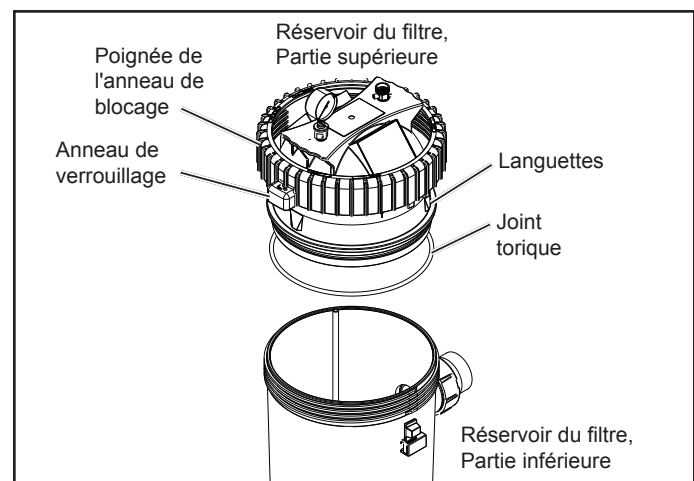

Figure 4. Anneau de blocage
4. Installer l'ensemble manomètre et adaptateur dans le trou fileté portant la mention « Pressure Gauge » (manomètre) dans le haut du filtre. Voir la Fig. 4.
1. S'assurer que le joint torique est en place dans la partie supérieure du réservoir. Enfoncer le couvercle du filtre sur la moitié inférieure jusqu'à ce qu'il soit en place. La lubrification du joint torique avec un lubrifiant à base de silicone facilitera l'installation. Voir la Fig. 4.